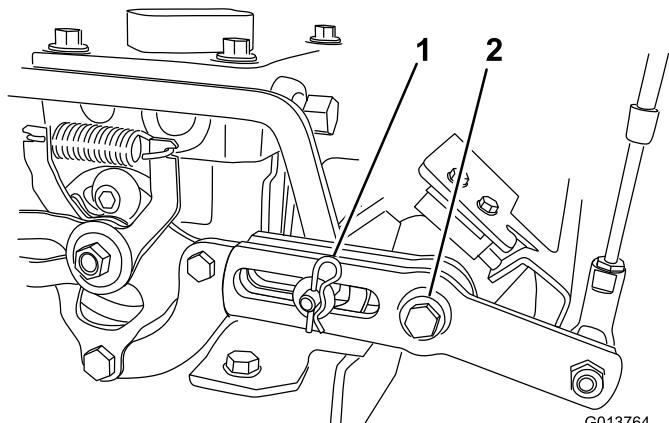

Figure 8
3. Desserrez le boulon qui traverse le centre du moyeu à épaulement gauche et la fourche de commande (Figure 8).
4. Retirez la goupille fendue et la rondelle au bout de la timonerie de commande de vitesse gauche (Figure 8).